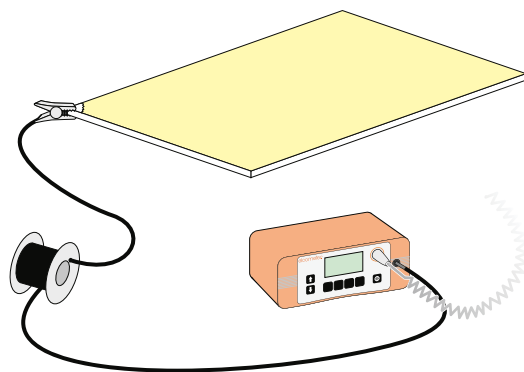

Figura 2
- 2 Conecte la pinza del cable de retorno de señal a tierra a una parte del sustrato expuesta. Conecte el otro extremo del cable al instrumento (Figura 2).